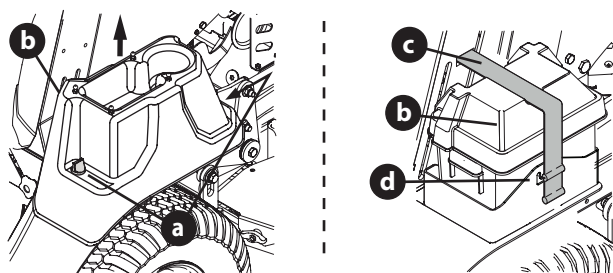

Figura 22
- Cortadoras de césped con plataformas de 48, 54 ó 60 pulgadas - Retire los dos tornillos de mariposa (a) que sujetan la cubierta de la batería (b) al guardabarros derecho. Levante para retirar la cubierta de la batería (Figura 22).
- Cortadoras de césped con plataformas de 36 pulgadas - Desenganche la correa de goma (c) que sujeta la cubierta de la batería (b) a la bandeja de la batería (d). Levante para retirar la cubierta de la batería (Figura 22).